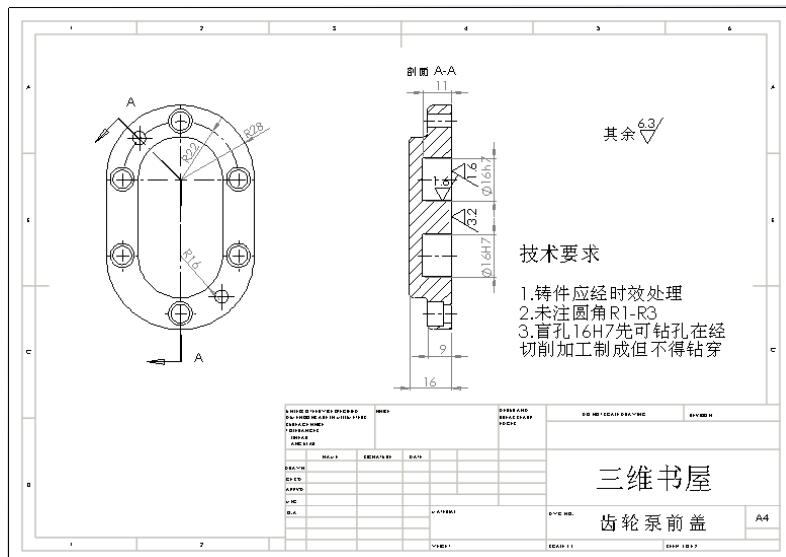

图 8-105 为工程图添加注释
**10** 单击“注解”工具栏上的“注释”按钮 A，或在菜单栏中选择“插入”→“注解”→“注释”命令。为工程图添加注释部分如图 8-105 所示。此工程图即完成。